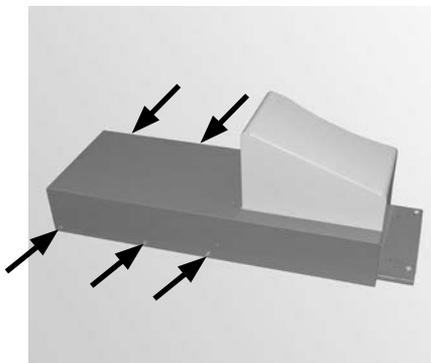
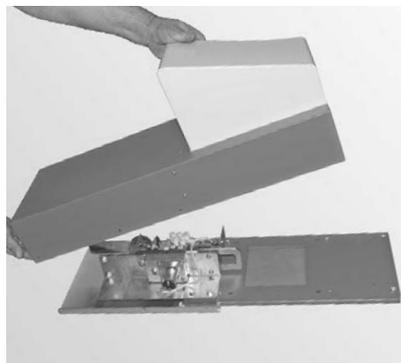

Fig. 152 Rimuovere le viti della copertura
Fig. 153 Togliere la copertura
- Rimuovere la copertura dell'elemento di chiusura – Fig. 152, Fig. 153.